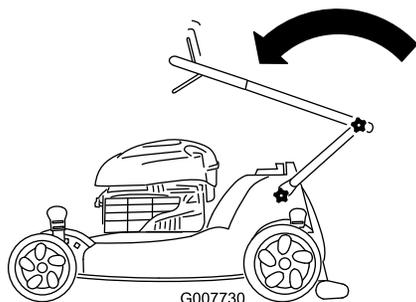

Figura 55
2. Pliegue hacia adelante la sección superior del manillar (ver Figura 55).